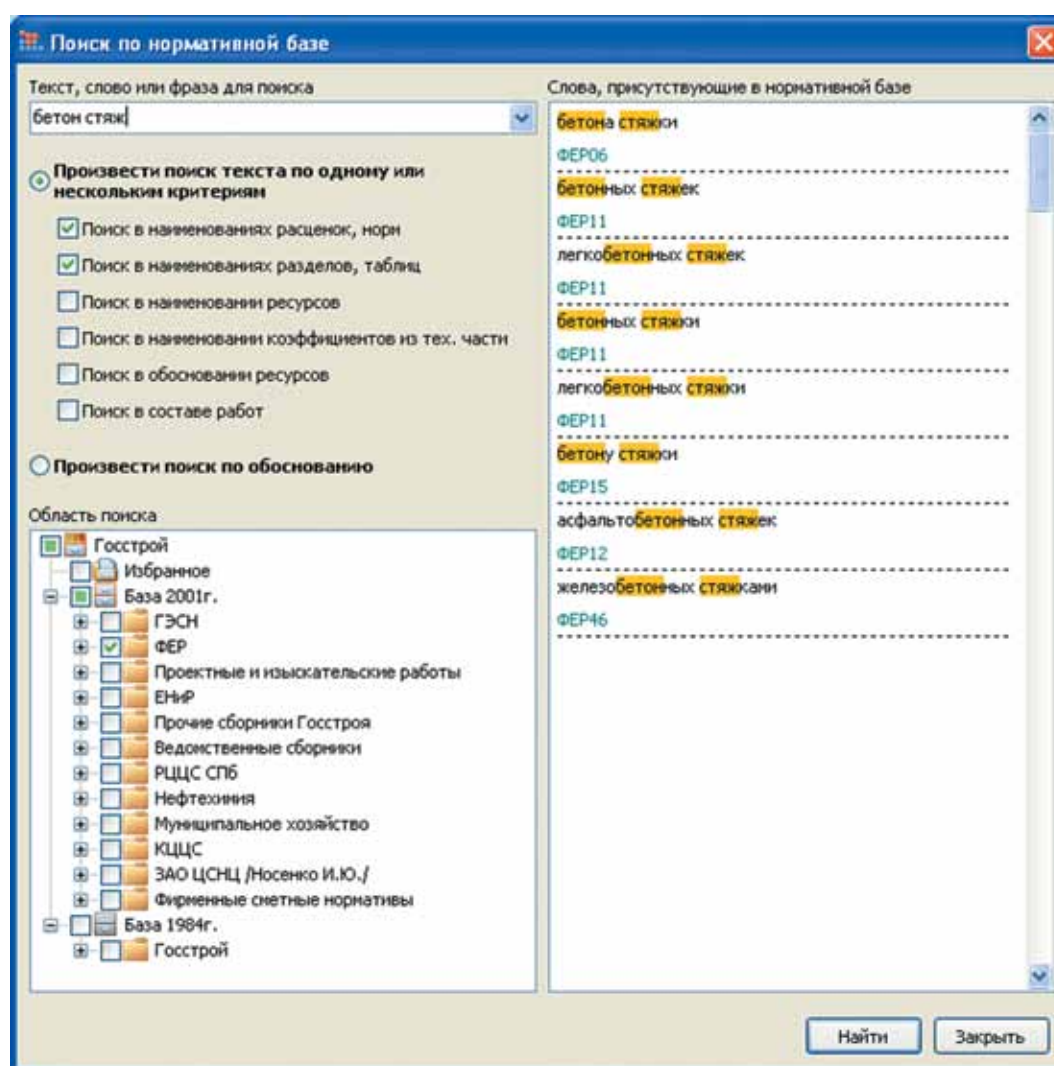

Рис. 5. Поиск по нормативной базе
По большому счёту, рассказывая о работе с нормативной базой в версии 5, стоило бы отдельно остановиться только на режиме поиска расценок. Этот режим очень серьёзно усовершенствован, хотя он отлично себя зарекомендовал и вроде бы не нуждался в особых изменениях. Но в версии 5 ПК «ГРАНД-Смета» режим поиска расценок приведён в соответствие с самыми последними тенденциями в развитии поисковых систем. Во-первых, при вводе текста для поиска в виде фрагментов слов программа предлагает их целые варианты, которые присутствуют в нормативной базе. Причём для каждого из вариантов указываются соответствующие сборники нормативной базы (рис. 5). Благодаря этому, если при вводе текста допущена опечатка либо указана информация, которой нет в нормативной базе, пользователь сможет немедленно увидеть допущенную ошибку и принять меры к её устранению.
- В появившемся окне (рис. 5) сначала рекомендуется выбрать область поиска, отметив флажками группы сборников, в которых предполагается вести поиск.
Для того чтобы получить общий список сборников, содержащих подходящие расценки, необходимо нажать кнопку **Найти** внизу окна поиска (рис. 5) – это работает аналогично предыдущим версиям ПК «ГРАНД-Смета». При открытии любого такого сборника из папки **Результаты поиска** курсор также будет сразу установлен на первой подходящей расценке. А чтобы просмотреть все расценки сборника, соответствующие условиям поиска, следует использовать режим поиска расценок внутри сборника.